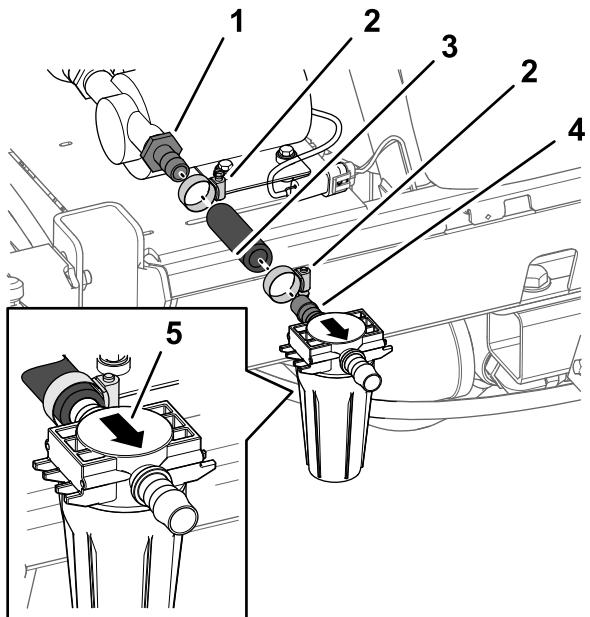

Figura 29
- Montate il flessibile di 17,8 cm che avete tagliato al passaggio Taglio del flessibile \(pagina 5\) sul raccordo diritto dentellato esterno della pompa del serbatoio di lavaggio con una fascetta stringitubo e serrate la fascetta manualmente (Figura 29).
- (gruppo filtro) nel flessibile di 17,8 cm con una fascetta stringitubo (Figura 29).
- Regolate la posizione della testa del filtro, in modo che il pozzetto del gruppo filtro sia verticale, e serrate le 2 fascette stringitubo manualmente (Figura 29 e Figura 30).